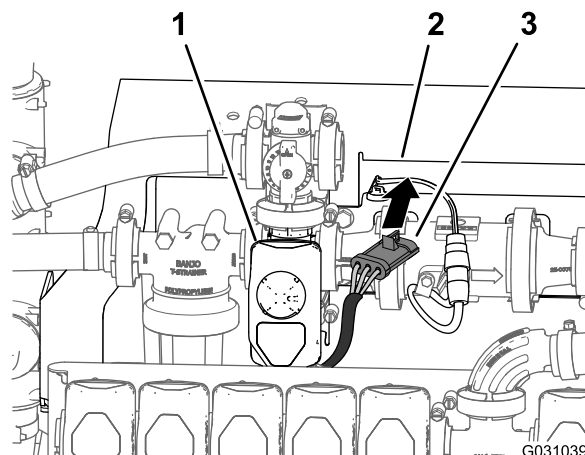

Figura 102
5. Enrute el conector de 3 pines del arnés de cables de la válvula de agitación por delante del soporte del distribuidor (Figura 102).